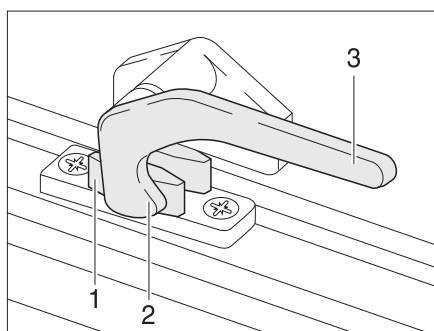

Fig. 11 Leva di serraggio in posizione "Chiuso"
- Ruotare la leva di serraggio (Fig. 11,3) di un quarto di giro verso il centro della finestra.
- Ruotare la leva di serraggio (Fig. 11,3) di un quarto di giro verso il telaio della finestra. Il nasello di chiusura (Fig. 11,2) si trova sul lato interno della chiusura della finestra (Fig. 11,1).